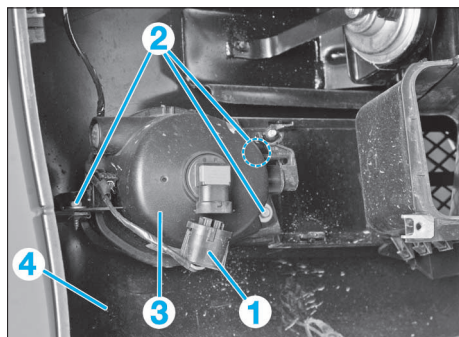

FIG. 32
- Débrancher le connecteur électrique (1) du feu antibrouillard (Fig.32).
- Déposer les trois vis (2) de fixation.
- Déposer le feu antibrouillard (3) du bouclier avant (4) par l'arrière.